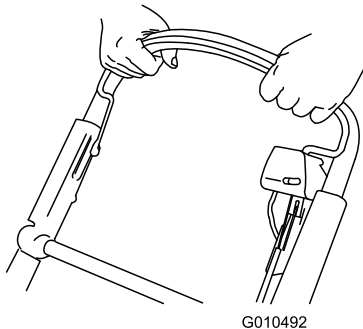

Bild 26
2. Drücken Sie den Schaltbügel gegen den Holm (Bild 26).